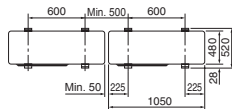

Fig. 3-1
- Pārliecinieties, ka iekārta tiek uzstādīta uz spēcīgas, līdzenas virsmas, lai novērstu ribēšanas radītu troksni darbības laikā. (Fig. 3-1)